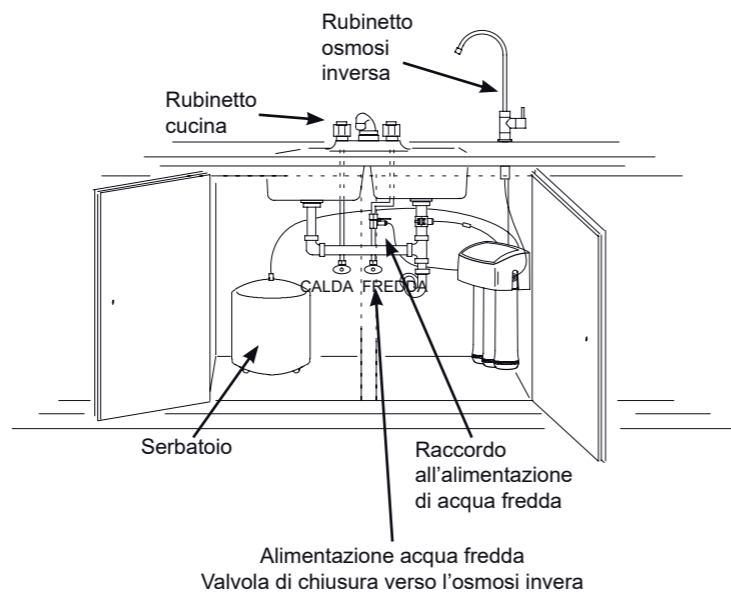

FIG. 22
2. Assicuratevi che la valvola situata sul raccordo d'alimentazione (cfr. Fig. 22) sia aperta.